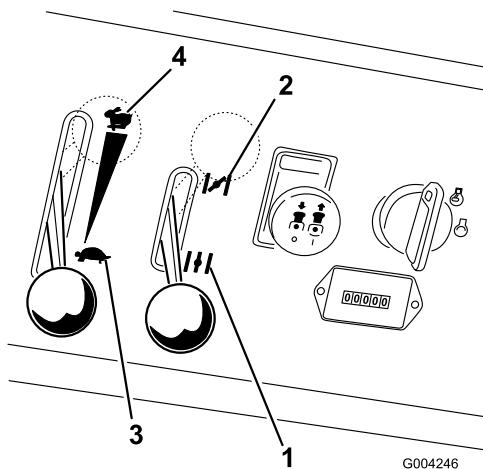

Figure 11
- Placez la manette de starter en position **ouverte** pour démarrer à froid (Figure 11).
- Placez la commande d'accélérateur à la position **haut régime** pour démarrer à froid (Figure 11).
- Lorsque le moteur a démarré, amenez progressivement la manette de starter en position hors service (Figure 11). Si le moteur cale ou hésite, tirez à nouveau sur la manette de starter pendant quelques secondes, puis repousser la à la position voulue. Répétez l'opération si nécessaire.
- Réglez la manette d'accélérateur à mi-course entre les positions bas et haut régime (Figure 11).